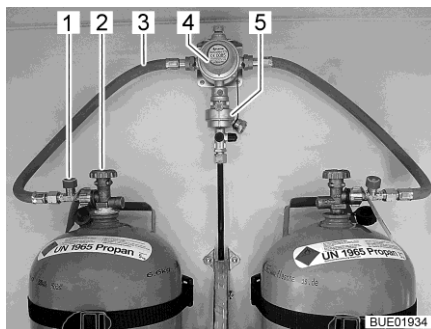
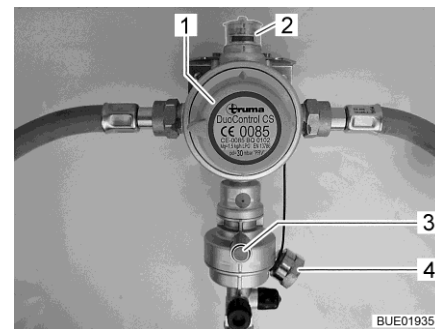

Fig. 94 Bombole del gas con Duo-Control
Fig. 95 Impianto di regolazione Duo-Control
L'impianto di regolazione DuoControl consiste in una valvola di commutazione (Fig. 94,4) e un sensore crash (Fig. 94,5). L'impianto di regolazione DuoControl è installato tra i tubi flessibili del gas (Fig. 94,3) con un dispositivo antirottura del tubo flessibile (Fig. 94,1). Con la manopola (Fig. 95,1) sulla valvola di commutazione è possibile stabilire quale delle bombole del gas viene utilizzata come bombola in uso e quale come bombola di riserva. Nella finestra di controllo (Fig. 95,2) viene visualizzato lo stato del rifornimento di gas:
Il funzionamento con una sola bombola del gas è consentito, ma in questi casi il collegamento aperto deve essere assolutamente chiuso con una copertura cieca (Fig. 95,4).
Il sensore crash blocca l'alimentazione del gas in caso di forti vibrazioni (es. incidente). Il sensore crash viene azionato mediante pressione del tasto reset verde (Fig. 95,3).
Il dispositivo antirottura del tubo flessibile (Fig. 94,1) blocca il flusso di gas quando il tubo flessibile collegato si rompe. Il dispositivo antirottura del tubo flessibile deve essere attivato premendo il tasto verde.
Tramite la centralina di controllo (Fig. 96) è possibile attivare e disattivare l'alimentazione del gas tramite l'impianto di regolazione DuoControl. Le valvole principali di arresto (Fig. 94,2) delle bombole del gas e i rubinetti di arresto del gas degli apparecchi devono essere aperti manualmente.
- Con la manopola (Fig. 95,1) sulla valvola di commutazione selezionare la bombola del gas, da cui proviene la principale alimentazione del gas (bombola in uso). Girare la manopola fino all'arresto.
- Aprire le valvole principali di arresto (Fig. 94,2) delle bombole del gas.
- Premere il tasto verde del dispositivo antirottura del tubo flessibile (Fig. 94,1). Nella finestra di controllo (Fig. 95,2) viene visualizzato il simbolo verde.
- Chiudere le valvole principali di arresto (Fig. 94,2) delle bombole del gas.
Se la spia di controllo verde (Fig. 96,6) si spegne durante il funzionamento e la spia di controllo rossa (Fig. 96,5) si accende, significa che la bombola in uso è vuota e deve essere sostituita. Nella finestra di controllo (Fig. 95,2) viene visualizzato il simbolo rosso. La bombola di riserva continua ad alimentare le utenze a gas.
- Ruotare di mezzo giro la manopola (Fig. 95,1) in direzione della bombola del gas utilizzata. In questo modo questa bombola del gas ora è la bombola in uso, mentre la bombola del gas vuota diventa la bombola di riserva. Il simbolo nella finestra di controllo (Fig. 95,2) passa da rosso a verde.
- Chiudere la valvola principale di arresto (Fig. 94,2) della bombola del gas vuota. Osservare la direzione della freccia.
- Premere il tasto verde del dispositivo antirottura del tubo flessibile (Fig. 94,1).